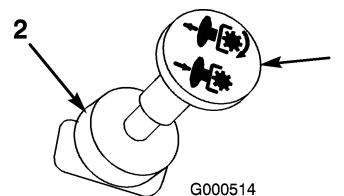

Figure 8
3. Placez la commande de prise de force (PDF) en position désengagée (Figure 8).
- Désengagez la PDF (Figure 8).